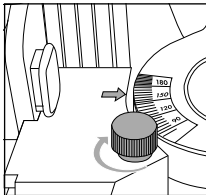

Fig. 5
- ◆ Apriete la tuerca de bloqueo 6. Las flechas de los brazos móviles 1 muestran el ángulo medido en la escala (consulte la fig. 5).